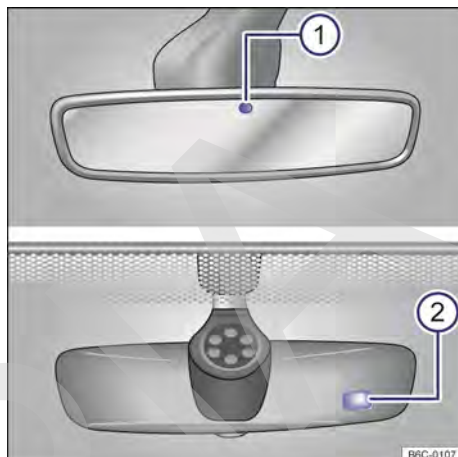

Fig. 78 En el parabrisas: espejo retrovisor interior antideslumbrante automático.
Con el encendido conectado, los sensores miden la incidencia de la luz atrás → **fig. 78** (1) y adelante (2).